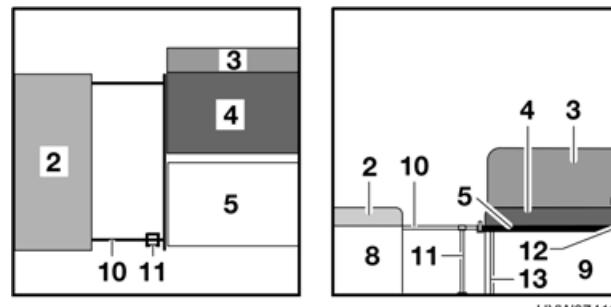

Bild 47 Während des Umbaus
- Die Stütze (Bild 47,11) aus der Halterung in der Längssitzbank nehmen.
- Die Bettkasten-Verlängerung (Bild 47,10) an der Längssitzbank bis zum Anschlag herausziehen.
- Die Stütze (Bild 47,11) an der Seite, an der die Bettkasten-Verlängerung nicht an der Mittelsitzbank aufliegt, unter die Bettkasten-Verlängerung stellen.
- Das Sitzpolster (Bild 47,2) wieder auf die Längssitzbank legen.